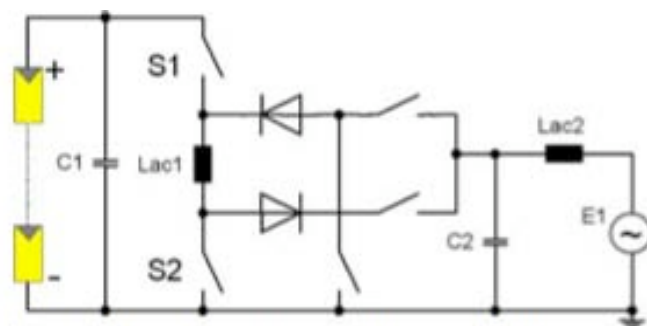

Figure 8 : Onduleur sans transformateur\* dit « à Topologie de Karschny » (Source : ISET [2])
- Enfin, le montage de la figure 8 représente un exemple simple de la technologie des onduleurs sans transformateur\*. En éliminant le transformateur\*, générateur de pertes importantes dans le circuit lors de la conversion de puissance, on peut augmenter le rendement.